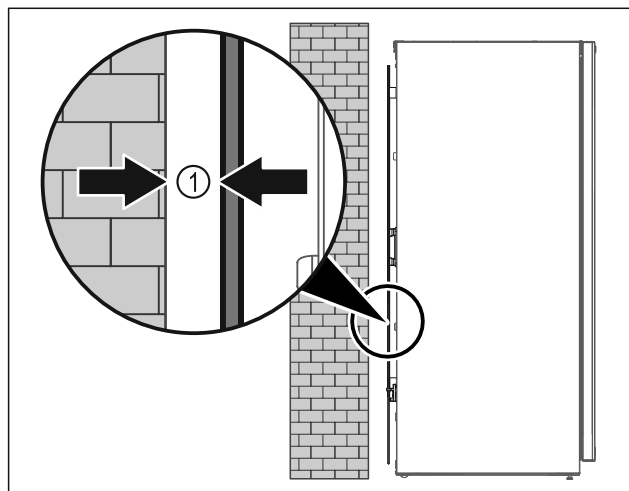

Fig. 4
- ▶ Uređaj je moguće postaviti ili slobodno u prostoriji ili izravno na zid na najmanjoj udaljenosti od 5 mm Fig. 4 (1).